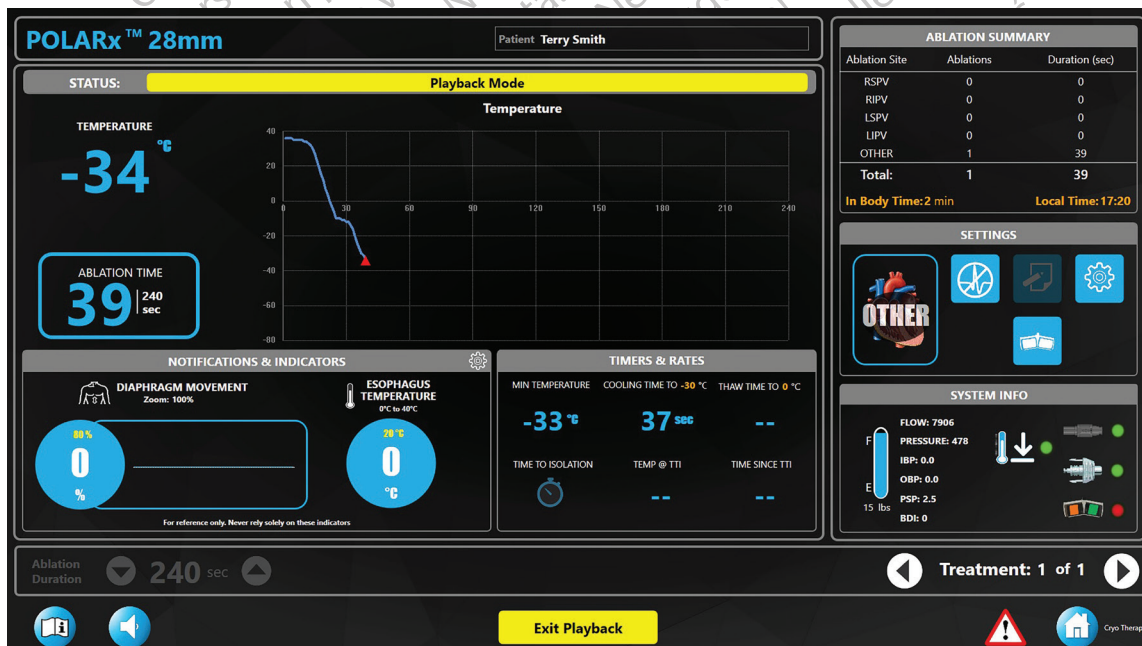
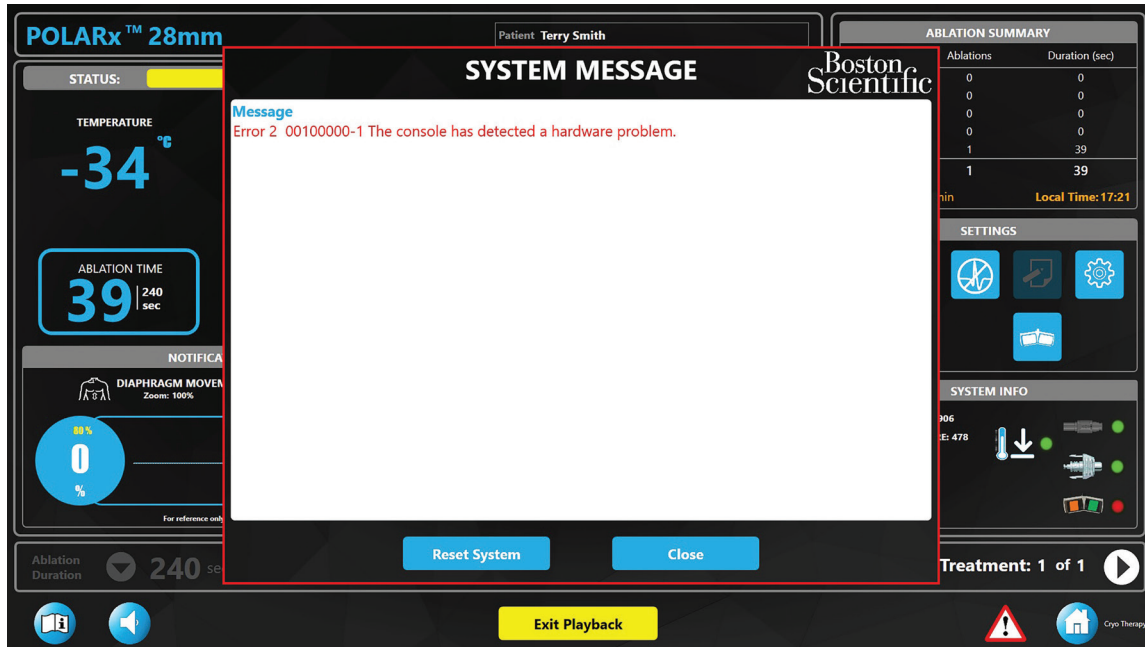

Figura 20. Error de reproducción
Figura 21. Ventana de mensajes del sistema
- Pulse el triángulo rojo en la parte inferior de la pantalla para abrir la ventana de mensajes del sistema (consulte las Figura 20 y Figura 21).